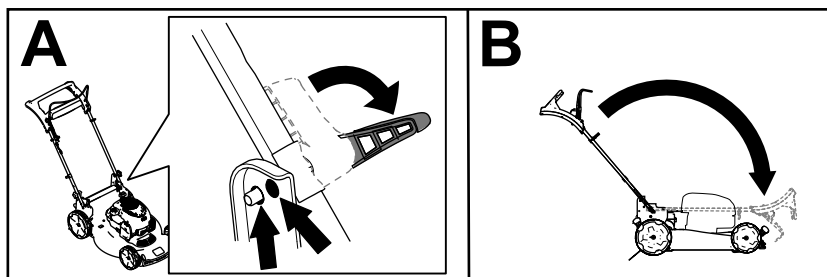

Рисунок 19
2. Ослабьте фиксаторы рукоятки настолько, чтобы можно было свободно двигать верхнюю рукоятку (вид А на Рисунок 19).
3. Сложите рукоятку вперед в крайнее переднее положение (вид В на Рисунок 19).